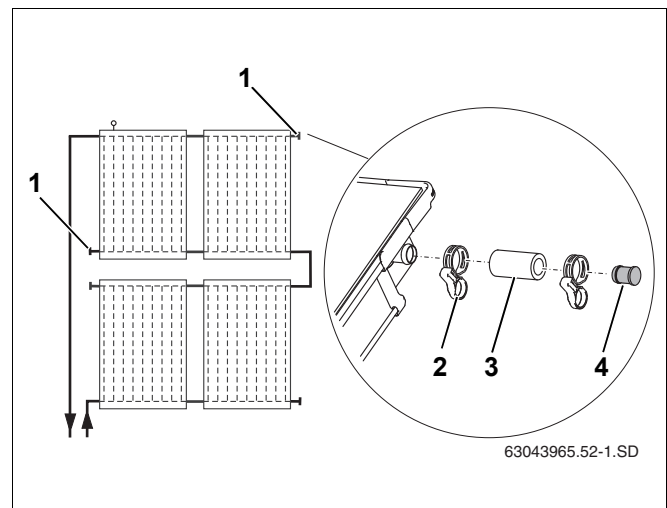

Рис. 59 Предварительный монтаж заглушек
Установите заглушки на неиспользуемые подключения коллектора (рис. 59, поз. 1).
- Наденьте шланги 55 мм (рис. 59, поз. 3) с предварительно установленными на них заглушками на оба свободных подключения.